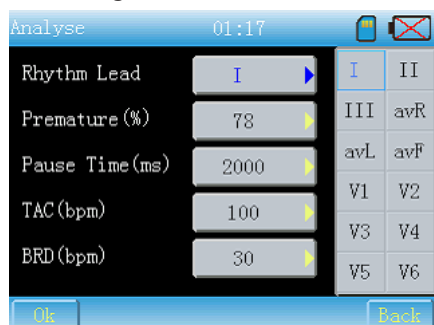

Fig. 13-6-2
- 1 Rhythm lead: cliquer sur le bouton pour appeler l'interface comme à la Fig.13-6-2